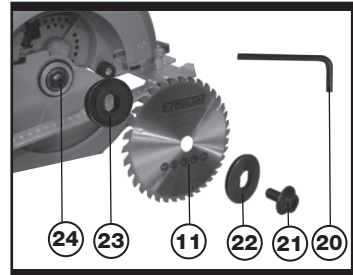

Fig. 1-2
20. HEX KEY (See Fig. 1-2)
21. BLADE BOLT (See Fig. 1-2)
22. OUTER FLANGE (See Fig. 1-2)
23. INNER FLANGE (See Fig. 1-2)
24. SPINDLE (See Fig. 1-2)